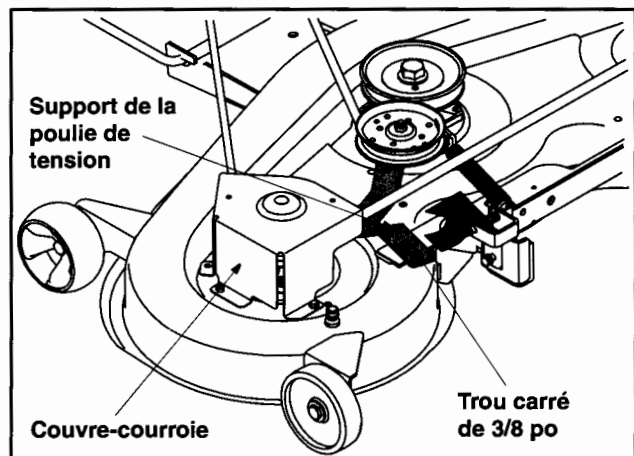

Figure 23
- Insérez une clé à cliquet de 3/8 po (pour desserrer) dans le trou carré qui se trouve sur le support de la poulie de tension, sur la gauche du plateau de coupe. Voir la Figure 23.